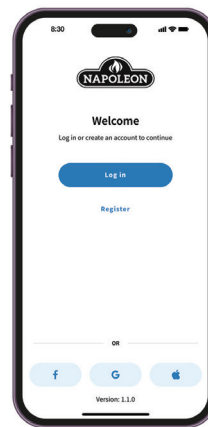

Fig. 1
1. Registrera ett konto med **Napoleon Home App** ELLER logga in med ditt Facebook-, Google- eller Apple-kontoinformation. (Fig. 1)